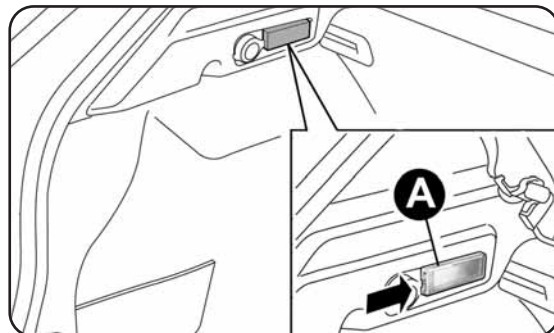

fig. 145
- ouvrir le coffre et extraire le plafonnier A-fig. 145 en agissant sur le point indiqué par la flèche ;
- remonter le plafonnier A-fig. 145 en l'engageant dans la bonne position, d'abord d'un côté et ensuite en poussant sur l'autre côté jusqu'au dé clic de blocage.